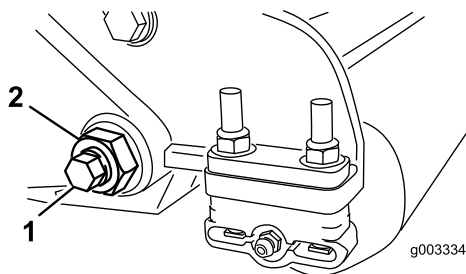

Рисунок 35
- С каждой стороны машины ослабьте контргайку, крепящую болт планки неподвижного ножа (Рисунок 35).
- Отверните каждый болт планки неподвижного ножа, чтобы можно было потянуть планку вниз и снять ее с режущего блока (Рисунок 35).